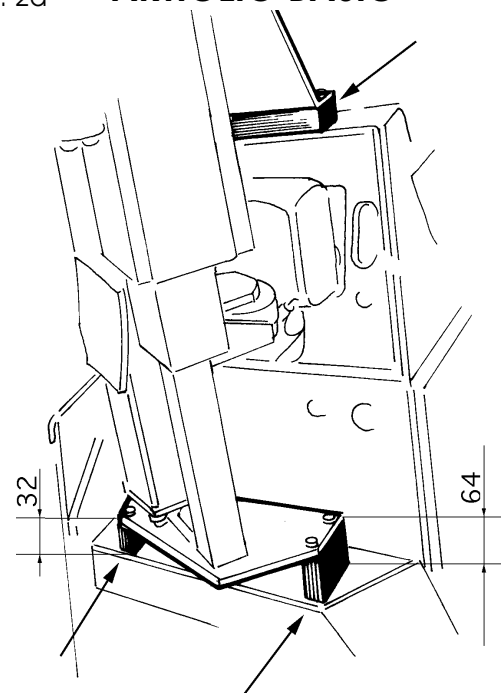

Fig. 2
- ❑ Montare lo stallonatore SP2000 sulla trave, utilizzando le 4 viti allegate all'attrezzo, serrando con cura le viti. (Fig.2) (Fig.2a per ARTIGLIO BASIC)
- ❑ Mount the SP2000 bead breaker to the beam using the 4 screws attached to the unit and tighten them fully down (Fig.2)
- ❑ Monter le démonte pneu SP2000 sur la poutre, en utilisant les 4 vis fournies avec l'outil, puis serrer minutieusement les vis (Fig.2).
- ❑ Abdrücker SP2000 auf den Arm montieren, dazu die 4 beigegepackten Schraubeng festziehen. (Abb.2)
- ❑ Montar el destalonador SP2000 sobre la viga y fijarlo con los 4 tornillos que se incluyen con el dispositivo, ajustándolos cuidadosamente (Fig.2).